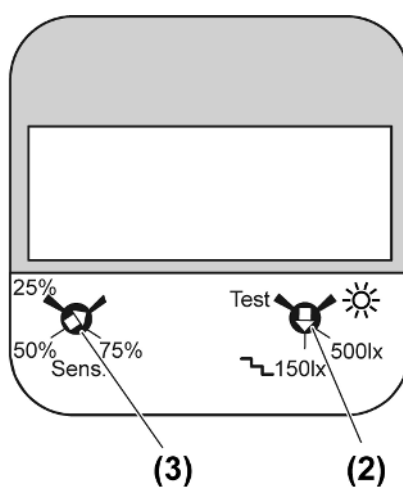
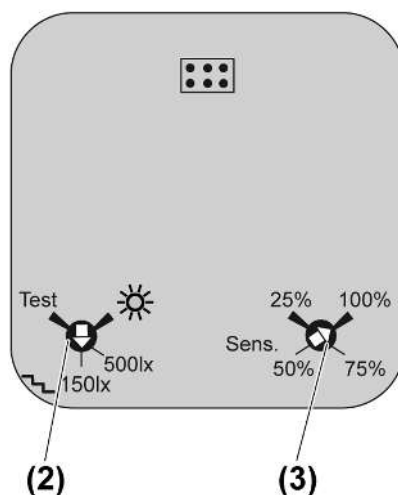

рисунок 15: Регулятор настройки сигнализатора движения 1,10 м, арт. №..17180..
рисунок 17: Регулятор настройки сигнализатора движения 2,20 м, арт. № ..17280..
- Поверните регулятор настройки (2) (см. рисунок 15) до (см. рисунок 17).
- Поверните регулятор настройки **Sens.** (3) (см. рисунок 15), (см. рисунок 17).
- Выполните тестовые настройки. Для этого поверните регулятор настройки (2) на **Test** (см. рисунок 15) до (см. рисунок 17).